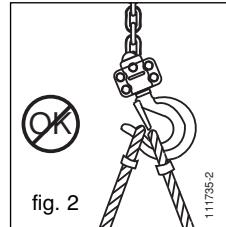

fig. 2
1. Controleer of de tralift™-takel correct op de ophanghaak opgehangen is (tek. 5, fig. 1) en of de veiligheidspal van de haak (tek. 6, fig. 1) goed gesloten is (zie fig. 2 en 3).
haak volledig draagt en de sluiting van de veiligheidspal niet hindert (zie fig. 2 en 3).